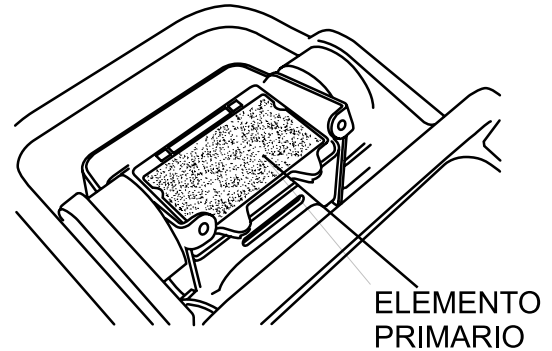

Figura 12. Elemento primario del limpiador de aceite
- Quite la tapa del limpiador de aire. Afloje y retire los 2 tornillos que sostienen la tapa en el ensamblaje del limpiador de aire. Si el elemento primario (Figura 12) está sucio, lávelo con gasolina o querosén. Luego sumerja el elemento en aceite de motor (SAE10W-30) y escúrralo de manera tal que entre 25 y 30 cc de aceite permanezcan en el elemento.